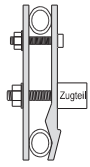

fig. 8
- Avvertenza: stringere prima le due viti (V) superiori, quindi i due dadi (VI,VII) inferiori. (fig. 8)